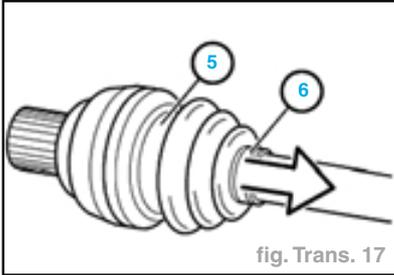

fig. Trans. 17
- Déposer les colliers (5 et 6) et dégager le soufflet par le côté cannelé (fig. Trans. 17).